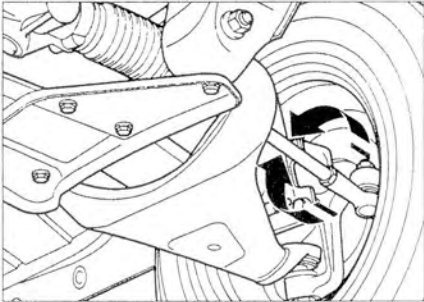

Рис. 7.31. Ослабьте обе гайки и вращайте поперечные рулевые тяги до тех пор, пока не будет получено требуемое значение схождения.
4. Ослабьте обе гайки и вращайте поперечные рулевые тяги до тех пор, пока не будет получено требуемое значение схождения (рис. 7.31).